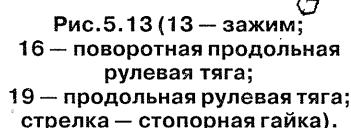

Рис.5.13 (13 — зажим; 16 — поворотная продольная рулевая тяга; 19 — продольная рулевая тяга; стрелка — стопорная гайка).
38. Можно освободить конец продольной рулевой тяги в редукторе рулевого механизма или стопорную гайку (стрелка на рис.5.13) и затем вывинтить продольную рулевую тягу из конца продольной рулевой тяги для обеспечения возможности вставления новой гармошки.